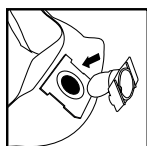

FIGURA 23
33. Coloque el deflector de entrada con la abertura mirando hacia el lado izquierdo o el lado derecho de la bolsa filtrante. Deslice el collar de la bolsa filtrante por encima del deflector de entrada, de manera tal que las muescas del collar de la bolsa coincidan con las lengüetas del deflector de entrada. La bolsa sólo encaja correctamente de una manera. **FIGURA 23.**